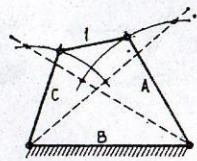

Fig. 212
- Ninguno de los eslabones puede girar continuamente, y la biela es el eslabón más corto (fig. 212).